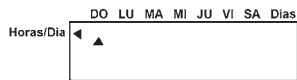

fig.13
- Sobre la parte alta de la pantalla aparecerá un triángulo que indica el día (fig. 13).